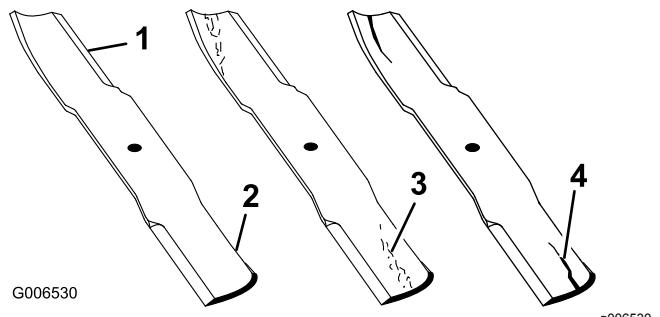

Bild 80
4. Wenn Sie Risse, Verschleiß oder Rillenbildung in diesem Bereich feststellen, sollten Sie sofort ein neues Schnittmesser einbauen (Bild 80).
1. Untersuchen Sie die Schnittkanten (Bild 80).